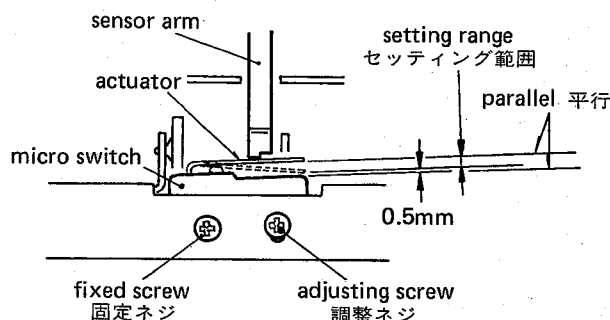

Fig. 4-1
3. Adjust mounting position of the two micro switches, cassette-in switch (S581) and record safety switch (S582) (for switch location, refer to fig. 3-3), so that the actuator position is in the setting range shown by fig. 4-1.
3. カセットイン・スイッチ (S581), 録音防止スイッチ (S582) 共 (両スイッチ取付個所は図3-3を参照), アクチエータ位置が 図4-1 のセッティング範囲内になるようにスイッチ取付位置を調整する.